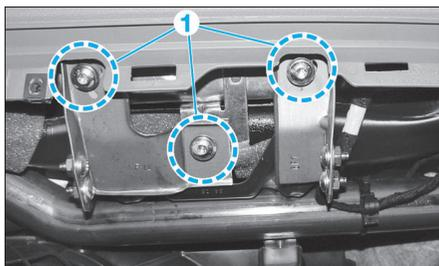

FIG. 4
- Déposer les vis (1) (Fig.4).